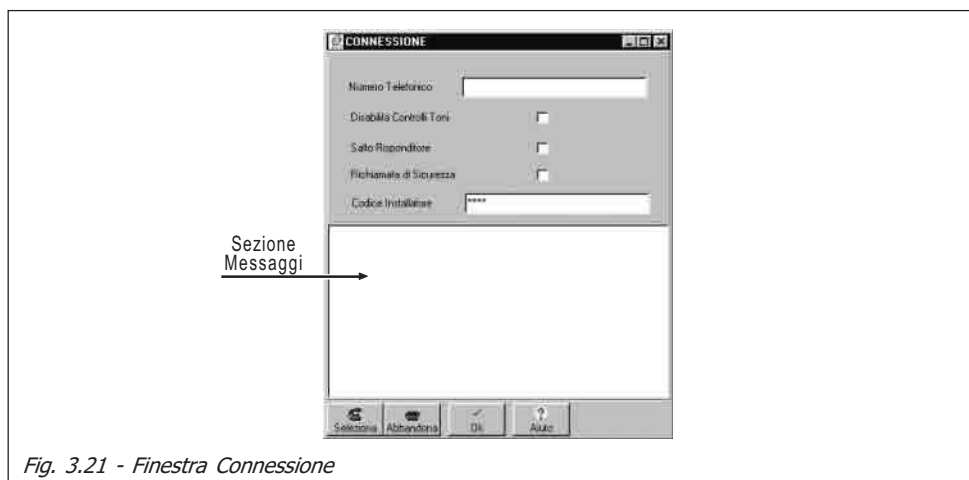

Fig. 3.21 - Finestra Connessione
3. Selezionare la voce di menù “**Modem** ⇒ **Connessione**”: verrà aperta la finestra “CONNESSIONE” visibile in Fig. 3.21